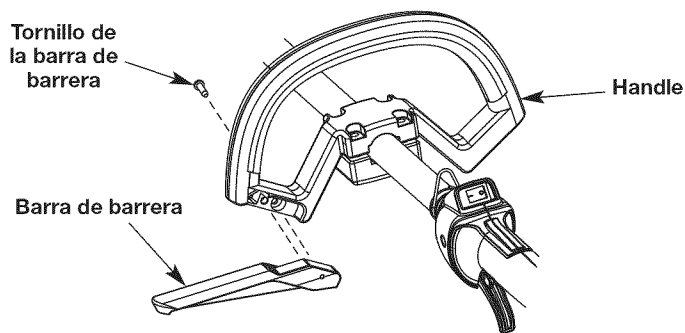

Fig. 1
1. Alinee los dos agujeros en la barra de barrera con los dos orificios en el mango (Fig. 1).
3. Inserte el tornillo de la barra de barrera en el mango (Fig. 1).
2. Sin dejar de sujetar la unidad en posición de operación, mueva el mango hasta el lugar que le dé el mejor agarre. Colóquelo a una distancia mínima de 6 pulgadas (15.24 cm) de la base de la empuñadura del eje (Fig. 1).